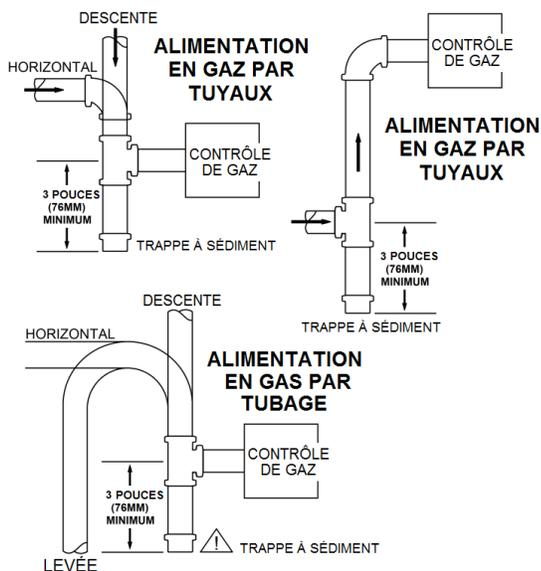

Figure 14 – Exemple de Trappes à Sédiment d'Alimentation en Gaz
l'absence de la trappe à sédiment ne sont pas couverts par la garantie (voir figure 14).
- Installer la trappe de sédimentation (où il convient) dans la ligne d'alimentation de gaz pour prévenir la contamination de la soupape de gaz (voir figure 14).